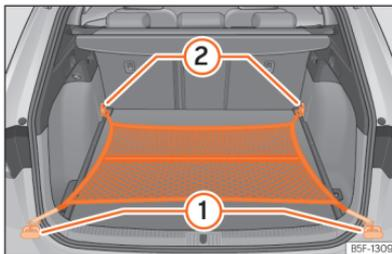

Abb. 190 Im Gepäckraum: flach eingehängtes Gepäckraumnetz.
- Hängen Sie die Haken in die Verzurrösen ein » (Abb. 190) 1 und 2 » ⚠️. Der Reißverschluss des Gepäckraumnetzes muss dabei nach oben zeigen.